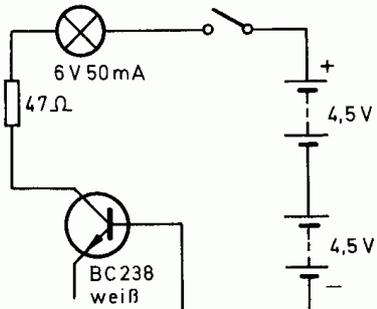

Abb. 79
Ändere dann den Aufbau wie in Abb. 79, 80 so ab, daß der **Kollektor (C)** über den Widerstand, die Lampe und den Schalter Verbindung mit Pluspol und die Basis (B) direkt zum Minuspol der Batterie hat. Leuchtet die Lampe jetzt auch?